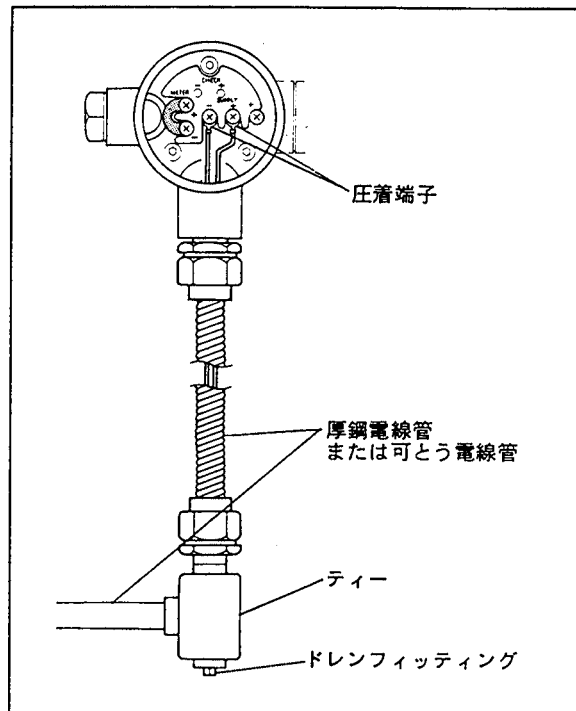
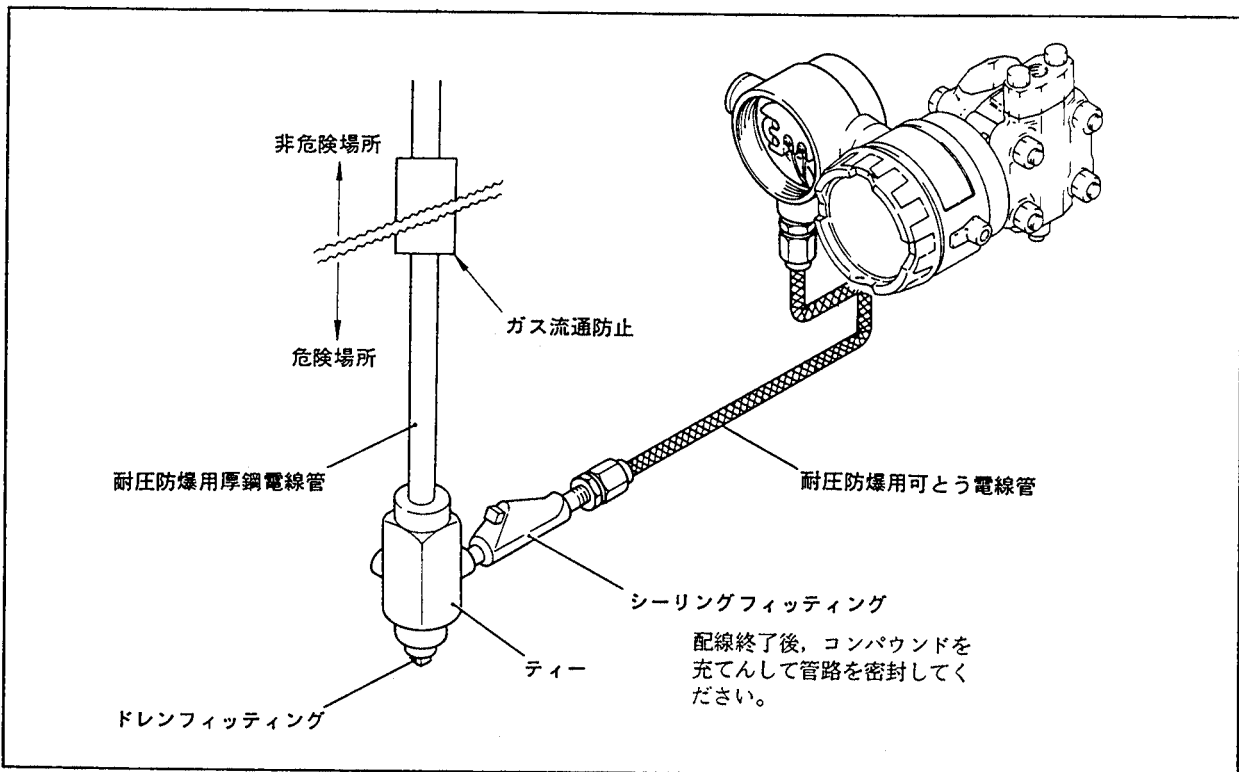

図4.6 電線管を用いた配線（一般形の場合）
図 4.8 耐圧防爆金属管工事
- (3) 電線の末端は絶縁スリーブ付き圧着端子（4 mmねじ用）を推奨します。
- (4) 防水あるいは電線の外傷保護等のために、電線管とダクトを用いて配線することを推奨します（図4.6参照）。耐圧特殊防爆形の外部配線は、耐圧防爆性を有する金属管工事（図4.8参照）または当社製の耐圧パッキン用アダプタを用いたケーブル工事を行なってください（巻頭の「耐圧防爆構造の計器についての注意事項」を参照）。
- (5) ケーブル工事に使用する耐圧パッキン用アダプタ（付加仕様）の取付けは、以下の要領で行なってください。